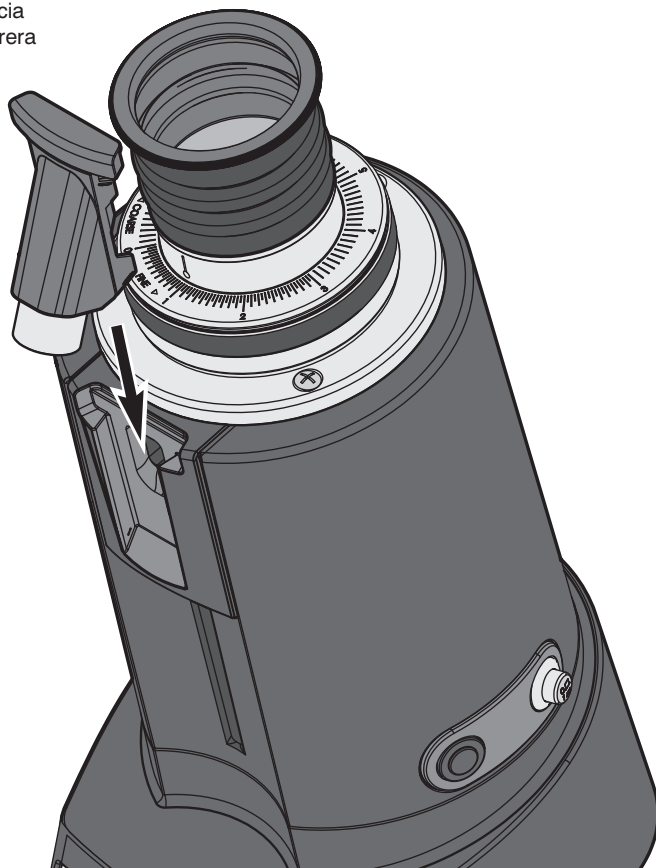

Fig. 3
5. Posicionar **la boca de descarga** introduciéndola **en su alojamiento** (véase Fig. 3).